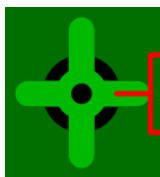

Рис. 68. Создание термобарьера вручную
3. Создать термобарьер ручным способом – проложить через контакт дорожки с нулевым зазором. Они соединят его с полигоном (рис. 68).